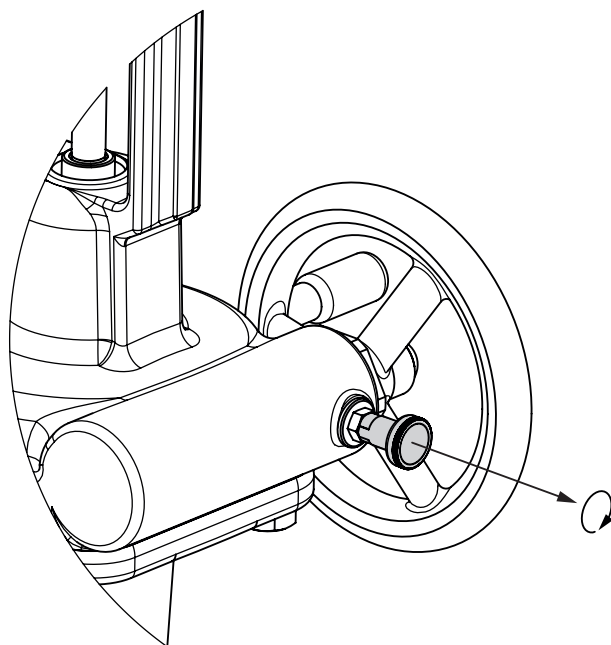

图 11：松开锁紧螺栓
1. 要从自动操作切换到手动操作，请松开手轮。拉动锁紧螺栓并将其旋转 90° 以松开手轮（见图 11）。
4. 锁定手轮。将锁紧螺栓旋转至少 90°，直到再次接合以锁定手轮（见图 11）。
1. 拉动锁紧螺栓并将其旋转 90° 以松开手轮（图 11）。
3. 将锁紧螺栓旋转至少 90°，直到再次接合以锁定手轮（见图 11）。